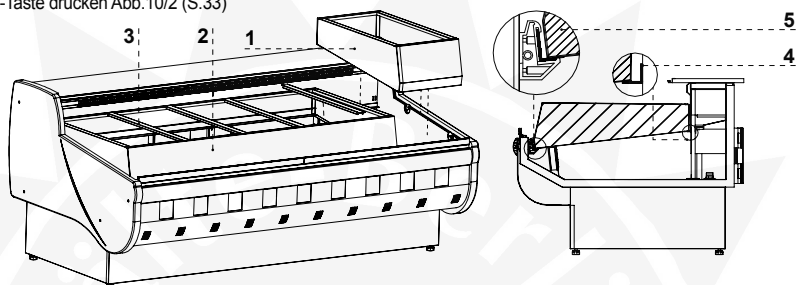

Abb.5 Einbau der Salatwanne bei „Basi Gastro“
1. Die Ausstellungsfächer einstellen, indem diese auf den Aluwinkeln unterstützt werden Abb.5/4;5 (S.32)
HINWEIS: Bei den Vitrinen Typ „Gastro“ ist die universale Salat-Wanne aus der Vitrine herauszubringen Abb.5 (S.32), um sich den freien Zugang zu ABS-Seite zu gewährleisten und die Glasseite mit den Druckschrauben zudrehen Abb.6/1 (S.32).